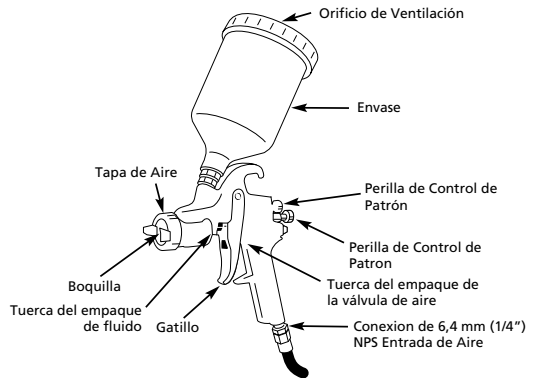

Figura 5 - Pistola Pulverizadora con Sistema de Alimentación de Gravedad
5. Sáquele las tuercas que sostienen los empaques y reemplácelos SOLO si no puede eliminar la fuga de material después de apretar las tuercas (Vea la Figura 5). No apriete demasiado estas tuercas ya que podría restringir el movimiento de la aguja.